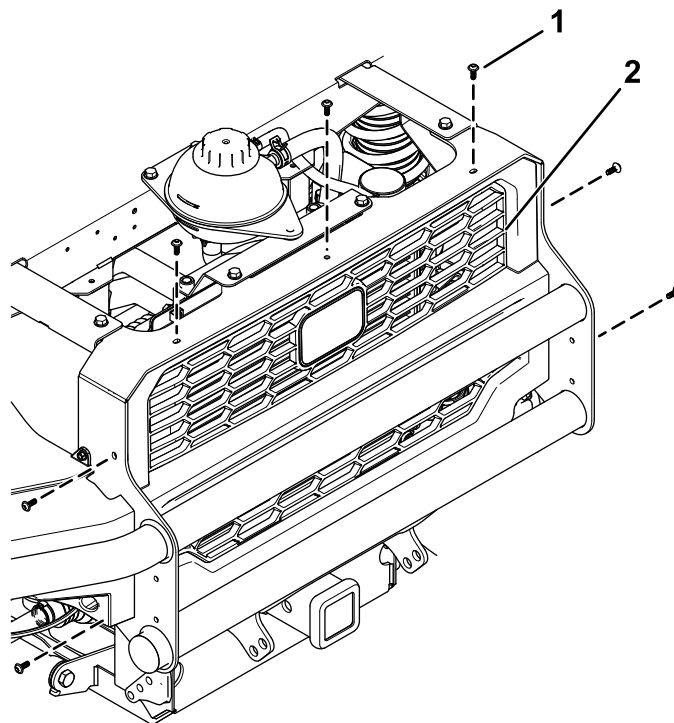

Figura 89
5. Retire los 7 tornillos que sujetan la rejilla y retírela (Figura 89).
7. Instale la rejilla con los 7 tornillos que retiró anteriormente (Figura 89).